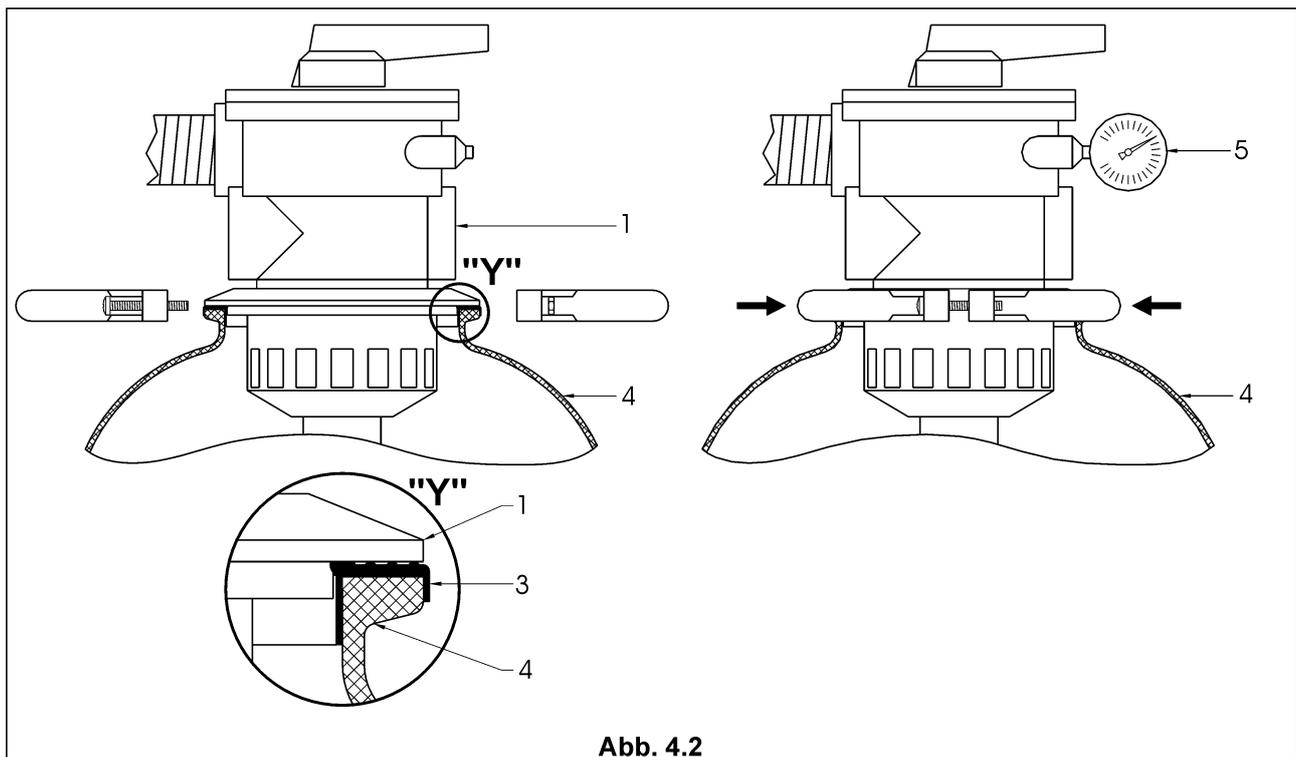

Abb. 4.2
- Setzen Sie das Mehrwege-Ventil (**1**) auf die Profildichtung (**3**) und befestigen den Spannring (**2**). (**Abb. 4.2**)